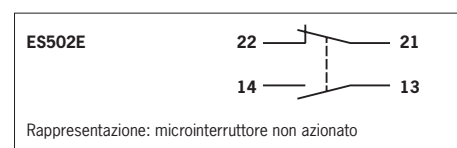

Fig. 1: Microinterruttori e schema di collegamento
Gli stati di commutazione dettagliati per i finecorsa sono riportati nella Fig. 1, dove sono descritti tutti i microinterruttori disponibili.
3. Quindi, serrare i morsetti (per la disposizione dei contatti vedere Fig. 1, per le coppie di serraggio vedere Dati tecnici).